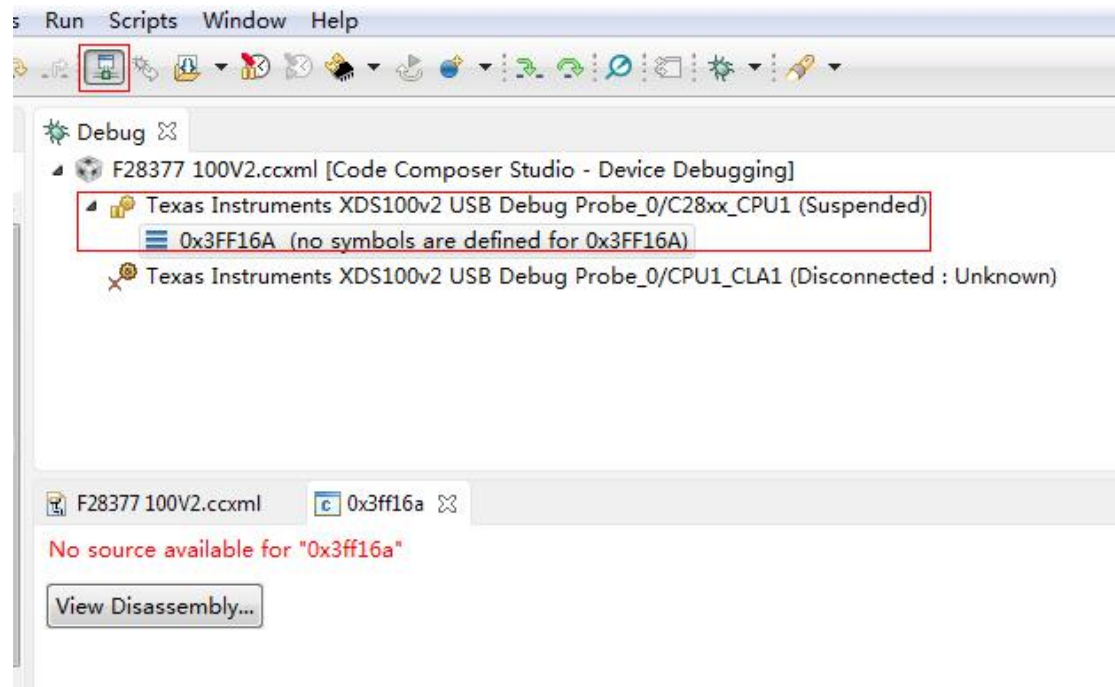

图 3-19-1 连接界面
(3) 连接目标板，出现如下图 3-19-1 则表示连接成功；